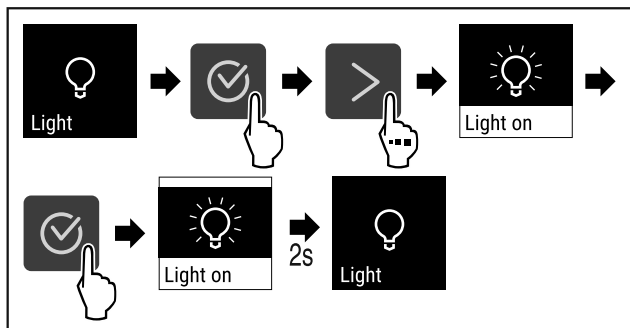

Fig. 69
► Stappen (zie Fig. 69) uitvoeren.